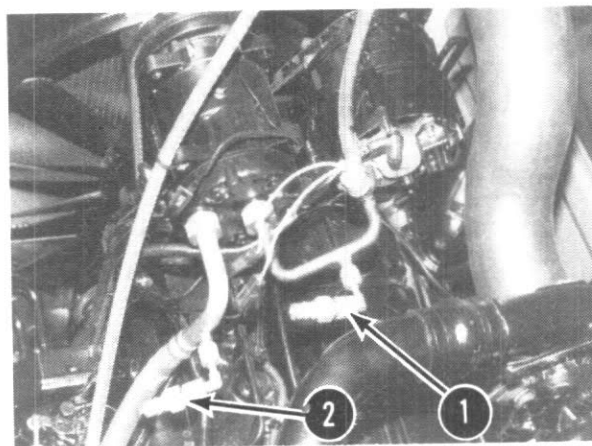

FIGURE 65
Raccordez les flexibles comme illustré figure 65 en vous assurant que les deux robinets (6) de la rampe sont fermés. Lorsque les flexibles d'essai sont raccordés aux embouts, les valves sont ouvertes par un pointeau incorporé au raccord du flexible. Si les raccords de flexibles n'en sont pas munis, utilisez des adaptateurs. Voir (1) et (2), Fig. 65.